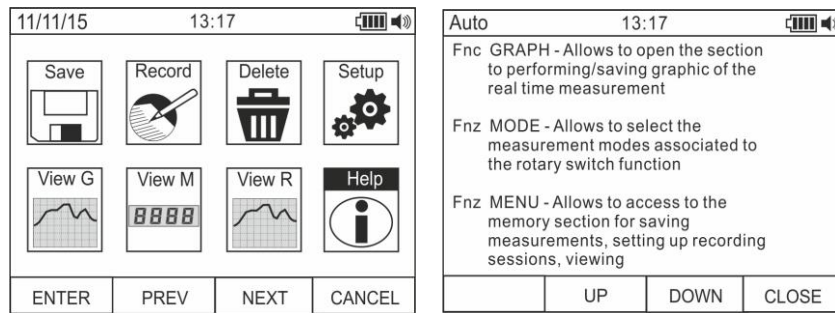

Fig. 21: Ajuda no display
40. Usar os botões **F2** ou **F3** para seleccionar o ícone “Ajuda (Aiuto)” e premir o botão **F1** (ver Fig. 21)
41. Usar os botões **F2 (P/CIMA (SU))** ou **F3 (P/BAIXO (GIU))** para percorrer as páginas da ajuda.